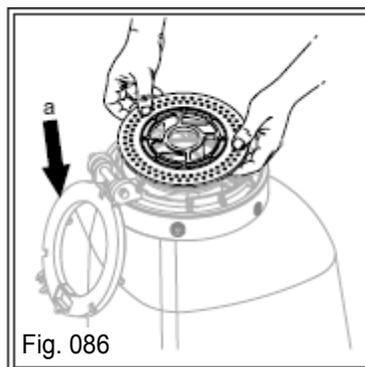

Fig. 086
f) Faça a substituição ou troca do disco, observando que a descrição existente nos discos semeadores, "ESTE LADO PARA BAIXO" deve ficar voltada para a base do disco (Fig. 086);